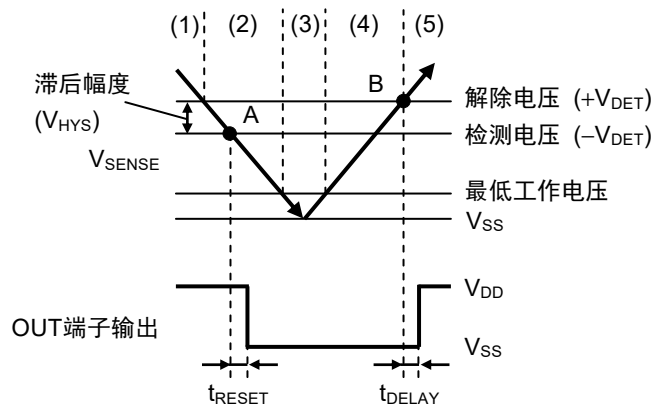
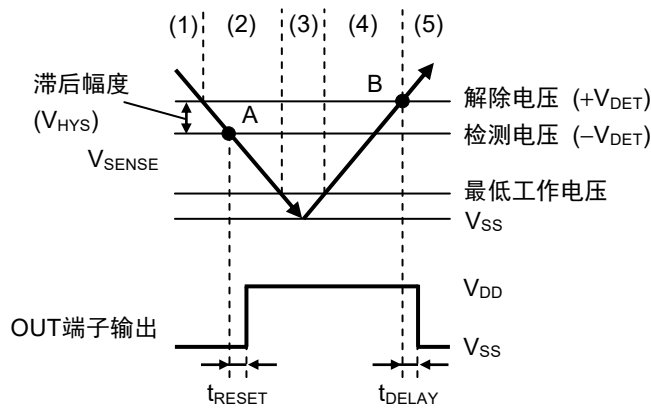

图33 S-19110系列N型的时序图
图35 S-19110系列P型的时序图
滞后幅度表示检测电压与解除电压之间的电压差 (图25、图27、图33、图35中B点的电压 - A点的电压 = VHYS)。在检测电压与解除电压之间带有滞后幅度，可以防止在因噪声等侵入输入电压时而产生的误工作。
$V_{SENSE}$ 为 $-V_{DET}$  (图33的A点) 以下时, 输出方的N沟道晶体管变为开, 经过检测延迟时间 ( $t_{RESET}$ ) 后, 从OUT端子输出 $V_{SS}$  (输出 "L")。
(4) 即使 $V_{SENSE}$ 超过了 $-V_{DET}$ , 在不足 $+V_{DET}$ 的情况下, 仍会输出 $V_{SS}$ 。
(5) 再继续使 $V_{SENSE}$ 上升, 上升到 $+V_{DET}$  (图33的B点) 以上时, N沟道晶体管变为关, 在输出被上拉的情况下, 经过解除延迟时间 ( $t_{DELAY}$ ) 后, 从OUT端子输出 $V_{DD}$ 。
VSENSE为-VDET (图35的A点) 以下时, 输出方的N沟道晶体管变为关, 在输出被上拉的情况下, 经过检测延迟时间 (tRESET) 后, 从OUT端子输出VDD (输出 "H")。
- (3) VSENSE进一步下降, 但即使降低到IC的最低工作电压以下, 只要VDD仍在最低工作电压以上, OUT端子输出就会保持稳定。
- (4) 即使VSENSE超过了-VDET, 在不足+VDET的情况下, 仍会输出VDD。
- (5) 再继续使VSENSE上升, 上升到+VDET (图35的B点) 以上时, N沟道晶体管变为开, 经过解除延迟时间 (tDELAY) 后, 从OUT端子输出VSS。